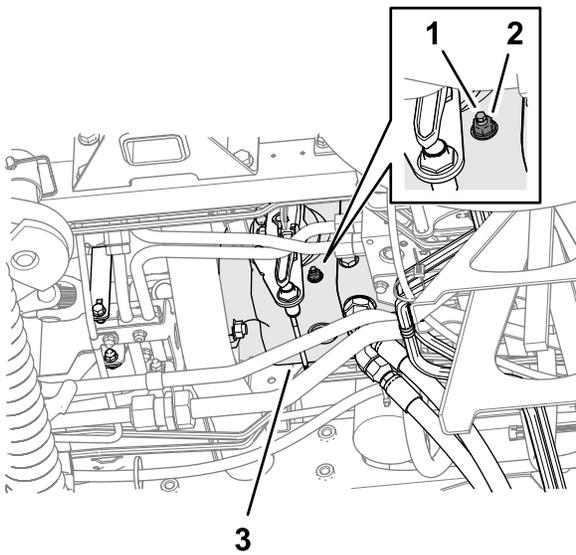

图 101
3. 从机器底部和牵引泵右侧松开固定空档返回调节螺丝的锁紧螺母（图 101）。